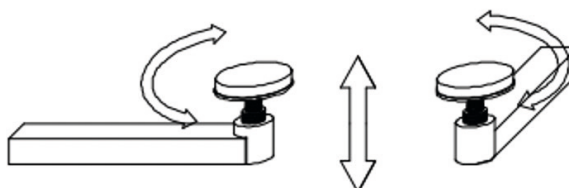

Figure 15
8. Assurez-vous que la plateforme de levage principale ne touche pas le châssis du véhicule soulevé. Si nécessaire, ajustez les tampons. Il est possible de régler la hauteur du tampon de levage (figure 15) en le tournant dans le sens des aiguilles d'une montre et dans le sens inverse.
c). Il est possible de régler la hauteur du tampon de levage (figure 15) en le tournant dans le sens des aiguilles d'une montre et dans le sens inverse.